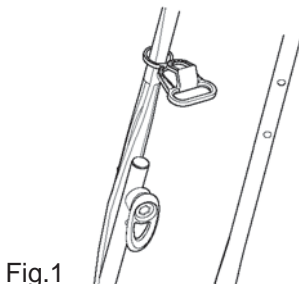

Fig.1
> Enfillez le détendeur de câble (11) sur le guidon (10) (fig.1).